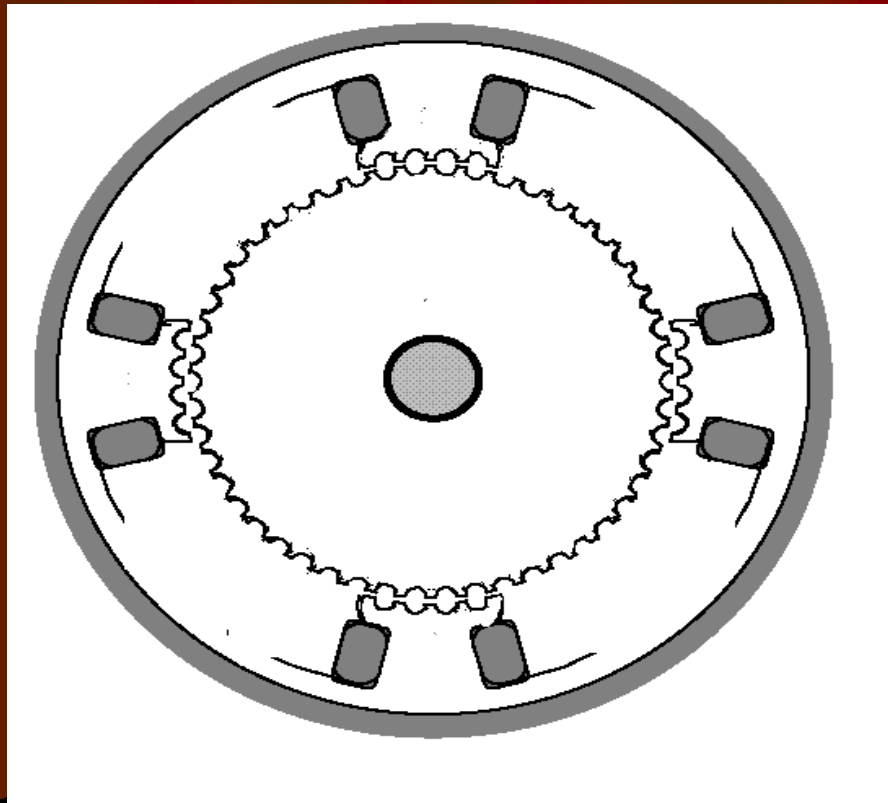

Fig.20
- Ce moteur (Fig.20) combine les 2 technologies précédentes, et est plus cher.